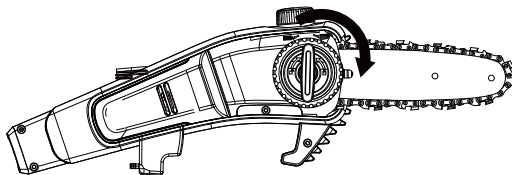

Abb. 9
5. Bringen Sie die Kettenabdeckung an und ziehen Sie die Kettenabdeckung fest, indem Sie den Feststellknauf der Kettenabdeckung im Uhrzeigersinn drehen, bis sie fest sitzt. (Abb. 9)